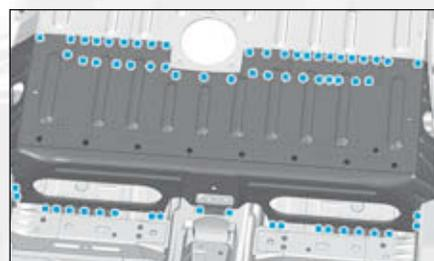
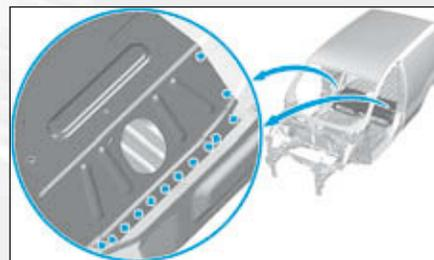

FIG.211
FIG.212
- Dépointer les points de soudures du plancher de charge partie avant (Fig.211) et (Fig.212).